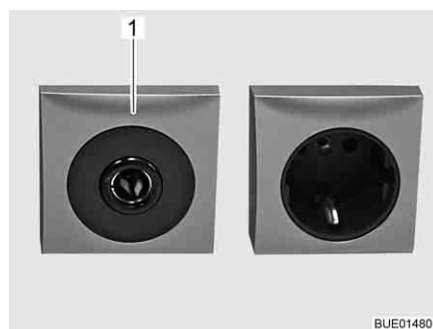

Fig. 84 Presa 12 V/10 A
- ▷ Alle prese (Fig. 84,1) della rete di bordo a 12 V, connettere solo apparecchi funzionanti al massimo a 10 A.